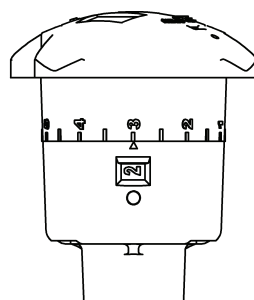

图. 11
- 5 将FTV出口多功能阀设置在2.3位置表示阀门处于部分打开状态(打开了2.3圈)(图11)。